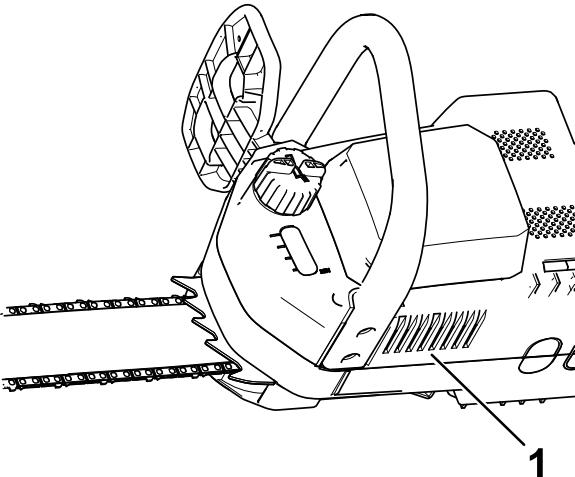
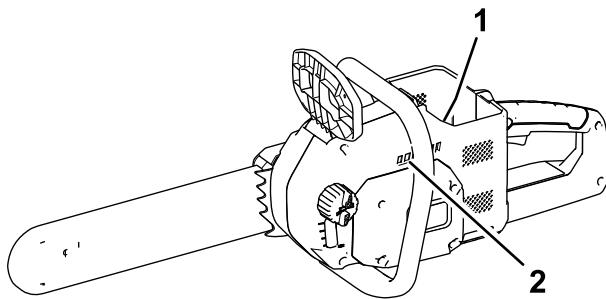

Figure 6
Figure 7
1. Assurez-vous que les événets sur la tronçonneuse (Figure 6 et Figure 7) sont exempts de poussière et de débris.